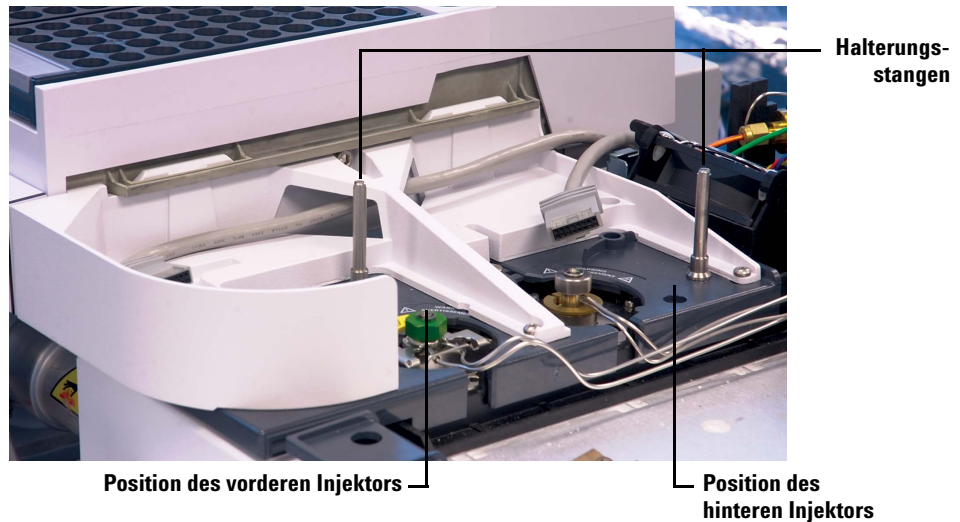

Abb. 15 Befestigen der Halterungsstange(n) an GCs der Serie 7890
- **GCs der Serie 7890, 7820A GC und 7820 MSD.** Nehmen Sie je nach Bedarf die Installation an der vorderen oder hinteren Position der Einlassabdeckung vor. Die Stange muss vollständig nach unten gedreht sein (Abbildung 15).